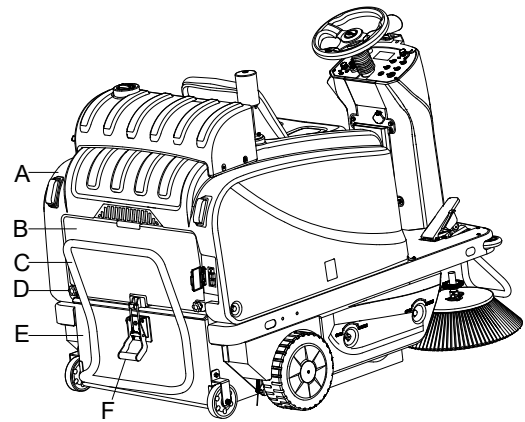

Figura 30
3. Quite la tapa (A, figura 30).
4. Desenganche el gancho (A, Figura 30) tirando de su extremo inferior.
5. Quite el cajón de residuos (E, Figura 30) desactivándola de las guías internas con la manija (C, Figura 30).
6. Desenrosque las perillas (D, Figura 30) y quite la tapa del compartimento del filtro (C, Figura 30).
7. Desenrosque las perillas (A, Figura 30).